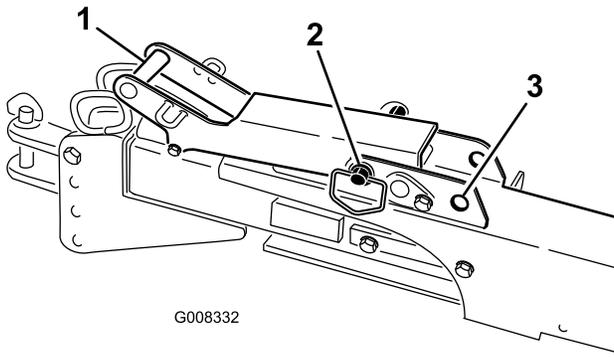

Bild 35
- Bei Verwendung der Anbauvorrichtung müssen Sie den Erdpfropfen-Prozessor hinter das Fahrzeug positionieren, die Anbauvorrichtung einfahren und den Riegelgriffstift in die arretierte Stellung bewegen (Bild 35).